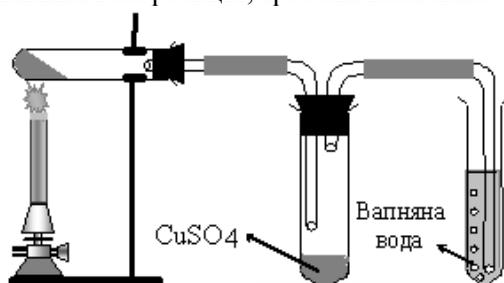

Рис.1.2. Прилад для якісного визначення Карбону та Гідрогену в органічних сполуках
Для встановлення присутності в органічній сполуці Карбону та Гідрогену («відкриття Карбону та Гідрогену») суміші цієї речовини *прожарюють* з купрум(II) оксидом в приладі, показаному на рис.1.2. Помутніння вапняної або баритової води при пропусканні через неї газів, утворених при цьому, свідчить про наявність в них CO_2 , а конденсація водяної пари на стінках пробірки та перетворення безбарвного $CuSO_4$ в забарвлений кристалогідрат – про наявність води. Обидві речовини (CO_2 та H_2O) могли утворитися тільки в реакції (1.1)
В суху пробірку помістити $1,5 \div 2,0$ г купрум(II) оксиду і таку ж кількість твердої органічної речовини, наприклад, сахарози. Старанно перемішати речовини струшуванням, закрити пробірку пробкою з газовідвідною трубкою, зігнутою під прямим кутом, і закріпити пробірку в штативі майже горизонтально (рис. 1.2). Кінець газовідвідної трубки приєднати до широкої пробірки з свіжопрожареним $CuSO_4$ (у вигляді білого порошку). Кінець другої відвідної трубки від пробірки з $CuSO_4$ занурити в вапняну або баритову воду, налиту у відкриту пробірку. Перевірити герметичність всіх інших сполучень, після чого обережно нагрівати пробірку з сумішшю в *верхній третині* полум'я газового пальника до початку змін в пробірках з $CuSO_4$ та вапняною водою. Записати та пояснити спостереження, написати рівняння всіх реакцій, зробити висновки.